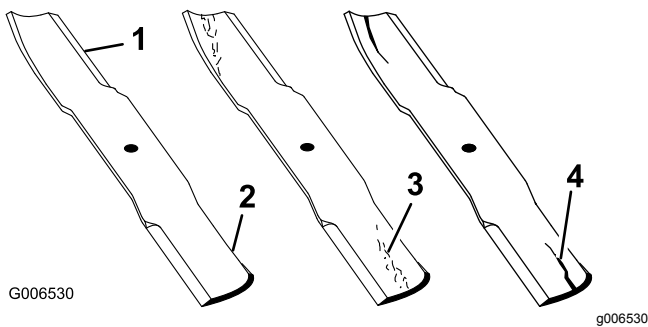

Figura 96
1. Inspeccione los filos de corte (Figura 96). Si los bordes no están afilados o tienen muescas, retire las cuchillas y afílelas. Consulte Afilado de las cuchillas \(página 68\).
2. Inspeccione las cuchillas, especialmente la parte curva (Figura 96). Si observa daños, desgaste o la formación de una ranura en esta zona (Figura 96), instale inmediatamente una cuchilla nueva.